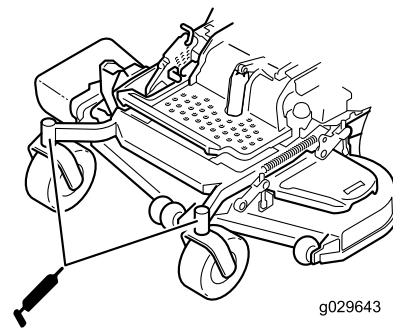

Figure 47
6. Remettez le bouchon hexagonal et le capuchon antipoussière en place (Figure 47).
7. Graissez les roulements des roues pivotantes (Figure 47).